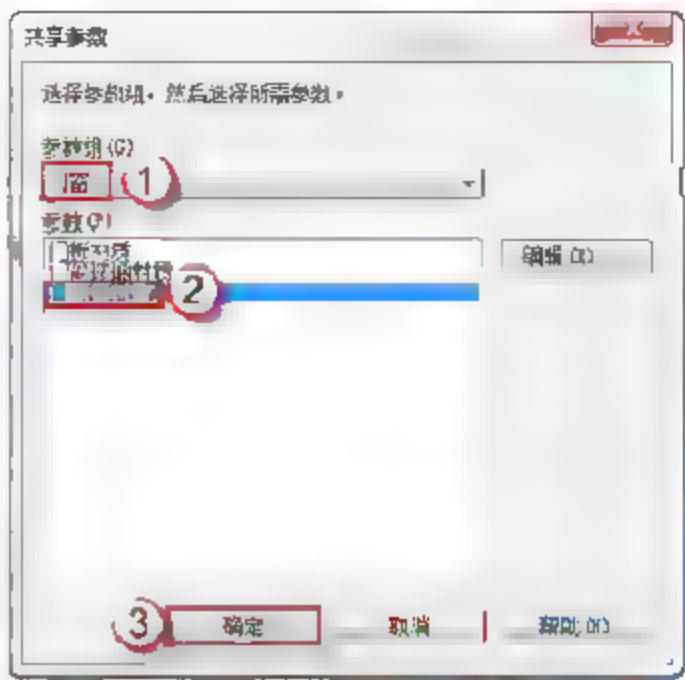

图 7.1.54 添加窗框材质
(7) 添加 C2017 窗框材质。在窗框的“属性”面板中，单击“材质和装饰”栏“材质”右侧的空白按钮，弹出“关联族参数”对话框，单击“添加参数 (D)”按钮，弹出“参数属性”对话框。选中“共享参数”单选按钮，单击“确定”按钮，弹出“共享参数”对话框，在“参数组 (G)”中选择“门窗”选项，在“参数 (P)”中选择“门窗框材质”选项，单击“确定”按钮，如图 7.1.54 所示。